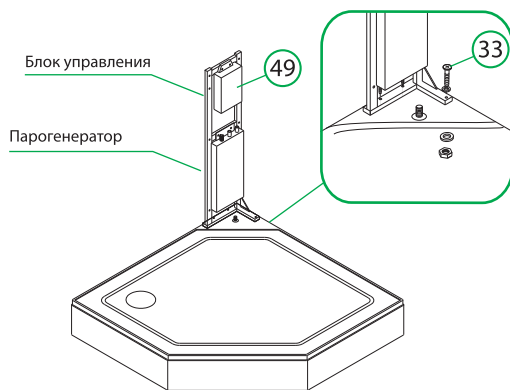

Рис. 5 / 5-сур.
1. Установите и зафиксируйте на поддоне блок управления и парогенератор (рис. 5).